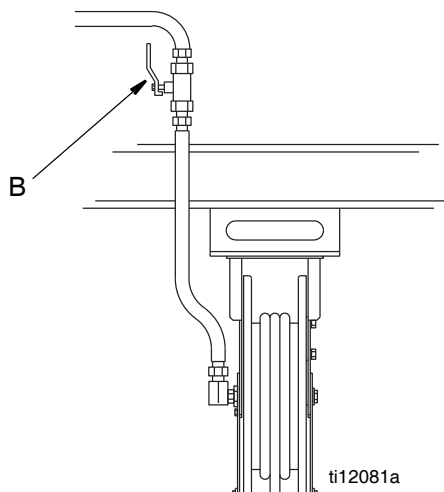

ABB. 4
5. Langsam das Absperrventil (B, ABB. 4) am Ausgabepunkt öffnen. Eine ausreichende Menge an Öl durchspülen, um sicherzustellen, dass das gesamte System gereinigt wurde. Das Ventil schließen.